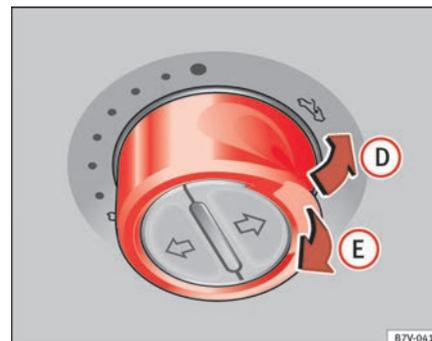

Abb. 62 Im Dachhimmel: Schalter drücken und ziehen zum Ausstellen und Schließen.
⇒ Seite 107, Abb. 62
- *Panorama-Schiebedach*: Innerhalb von etwa 5 Sekunden nach dem Auslösen der Kraftbegrenzung den Schalter hinten so lange ziehen ⇒ Seite 107, Abb. 62 (Pfeil E), bis das Panorama-Schiebedach vollständig geschlossen ist.